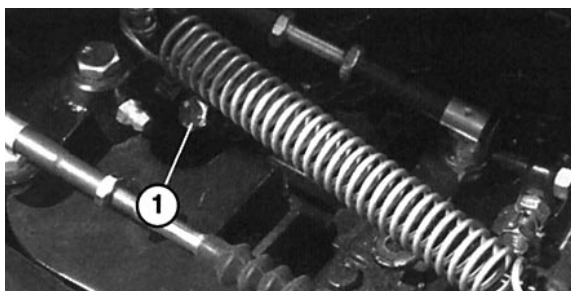

Bild 13
3. Die Entlüftungsschraube an der Injektionspumpe (Bild 13) mit einem 10 mm Schraubenschlüssel aufbrechen.